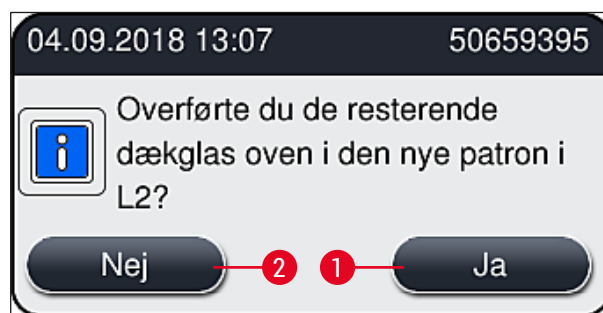

Fig. 63
8. Når kappen lukkes, bliver brugeren spurgt, om de resterende dækglass er blevet sat i den nye dækglasskasette (→ Fig. 63). Hvis det er tilfældet, bekræftes meddelelsen med **Ja** (→ Fig. 63-1). Hvis der ikke er blevet isat dækglass, vælges **Nej** (→ Fig. 63-2).